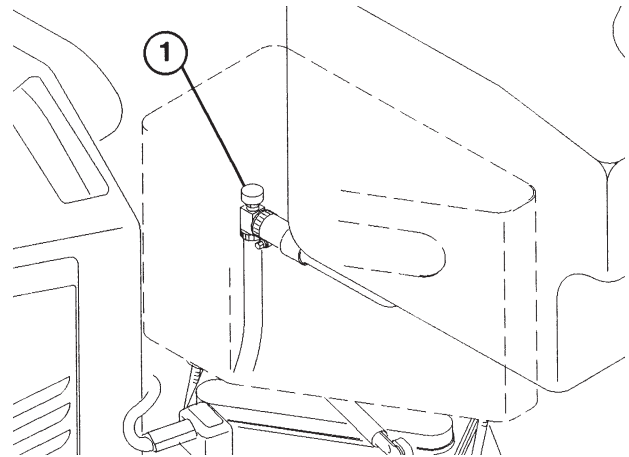

Fig. 8
**Benzinventil** (fig. 8)—Når maskinen ikke er i brug, skal der lukkes for benzinentilen.